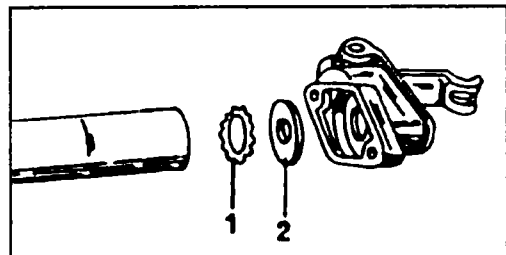

Рис. 5.9 Установка фигурной шайбы в моделях с механическим приводом сцепления
- ◆ Перед вывинчиванием болта (11) включите передачу заднего хода.
- ◆ Стопорную шайбу (14) установите на толкатель (18) на расстоянии 8 мм от его конца.
- ◆ Зубчатую шайбу (1) надо заклинить в корпусе, ударяя трубчатым стержнем над шайбой (2).
- ◆ Шайбу (15) заменяйте при каждой сборке. После установки шайбы (16) проверьте, свободно ли движется шайба (15).
Фигурная шайба (16) одноразовая, при сборке замените ее. Для того чтобы снять эту шайбу, необходимо сначала снять толкатель, затем в очередности, показанной на рис. 5.9, вложить в корпус шайбу (2), а потом зубчатую шайбу (1), вогнутой поверхностью в сторону шайбы (2). Трубчатым стержнем забейте шайбу (1) так, чтобы она заклинилась в отверстии корпуса и не ограничивала свободное движение шайбы (12).